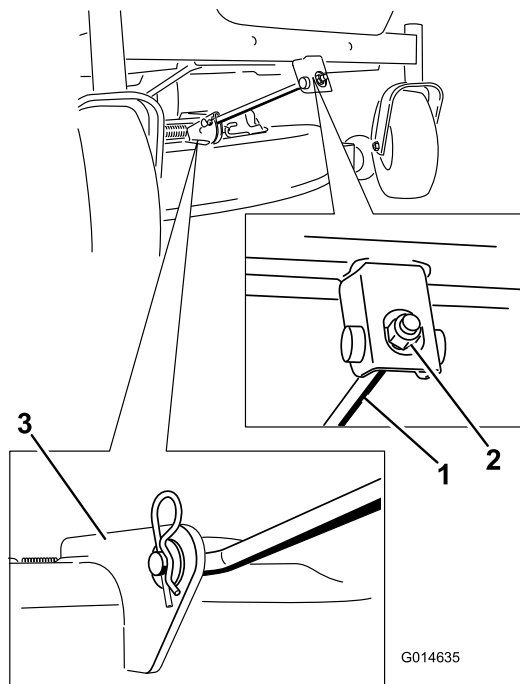

Figure 57
4. Retirez la goupille fendue de la tige de support avant et déposez la tige du support de tablier (Figure 57). Abaissez doucement l'avant du tablier de coupe au sol.
6. Fixez la tige de support avant au tablier de coupe à l'aide de l'axe de chape et de la goupille fendue (Figure 57).